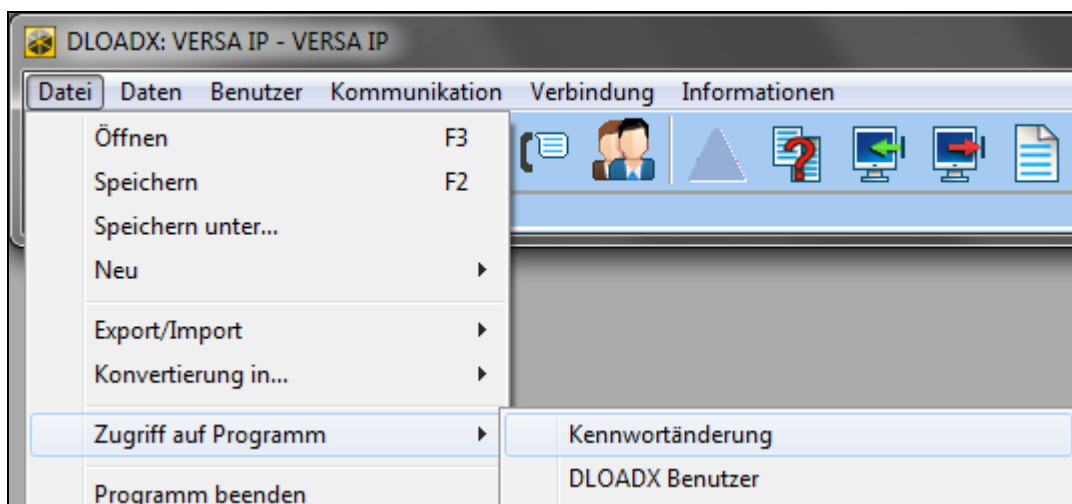

Abb. 5. Verfahren zur Änderung des Zugangscodes zur Software DLOADX.
1. Klicken Sie nacheinander „Datei“ → „Zugriff auf Programm“ → „Kennwortänderung“ (Abb. 5). Es wird ein Fenster mit dem Eingabefeld geöffnet.
Sie können zusätzliche ZugangsCodes zum Programm eingeben und die Berechtigungen der Benutzer, die diese Codes benutzen, bestimmen („Datei“ → „Zugriff auf Programm“ → „DLOADX Benutzer“ – siehe: Abb. 5).